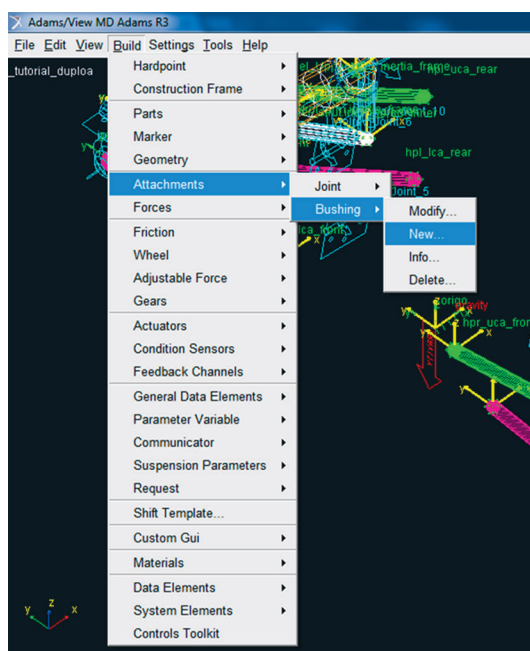

Figura 5.135 – Janela correspondente ao menu de criação da bucha “*bkl\_Bushing1*”.
- Para criar a primeira bucha, a qual estará localizada na mesma coordenada que o *Hardpoint* “*hpl\_lca\_front*”, acesse o menu *Build* → *Attachments* → *Bushing* → *New* (Figura 5.135).